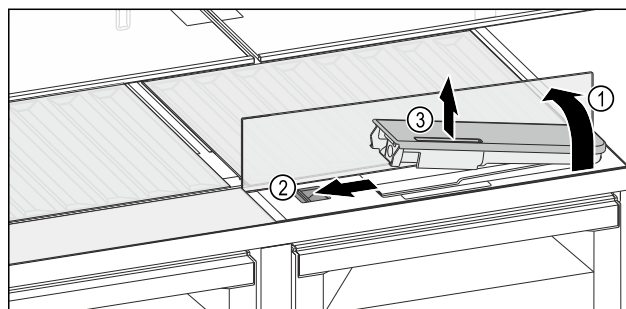

Fig. 130
- Soulever la tablette et la rabattre vers l'arrière jusqu'à la butée Fig. 130 (1).
- Pousser le curseur Fig. 130 (2) vers la gauche.
- Sortir le filtre à eau Fig. 130 (3).